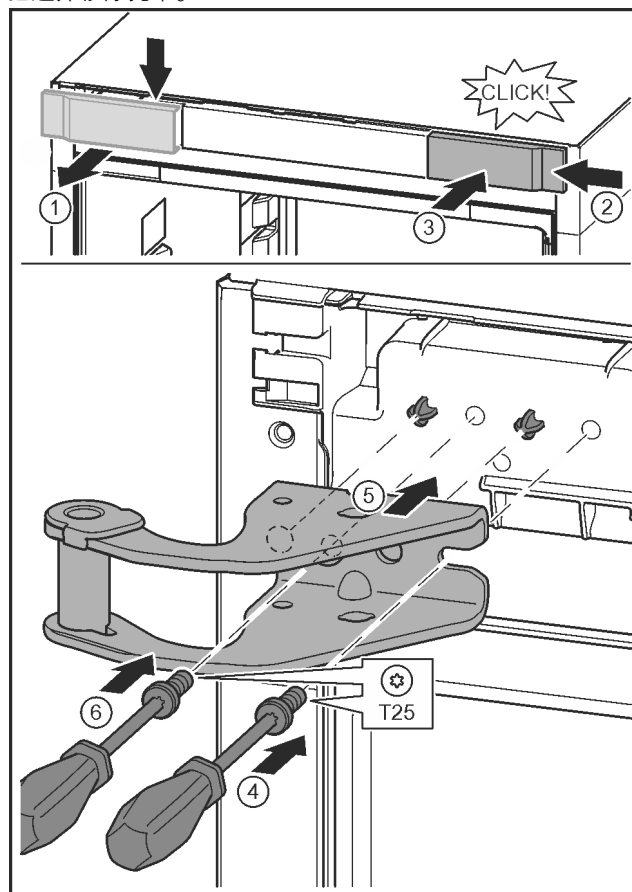

Fig. 15
- ▶ 松开盖板并从侧面取下。 Fig. 15 (1)
- ▶ 将盖板旋转 180° 至另一侧从右边挂上。 Fig. 15 (2)
- ▶ 插入盖板。 Fig. 15 (3)
- ▶ 用 T25 螺丝刀装上螺钉。 Fig. 15 (4)
- ▶ 装上上方的托架。 Fig. 15 (5)
- ▶ 旋紧螺钉。 Fig. 15 (4)
- ▶ 用 T25 螺丝刀安装并旋紧螺钉。 Fig. 15 (6)